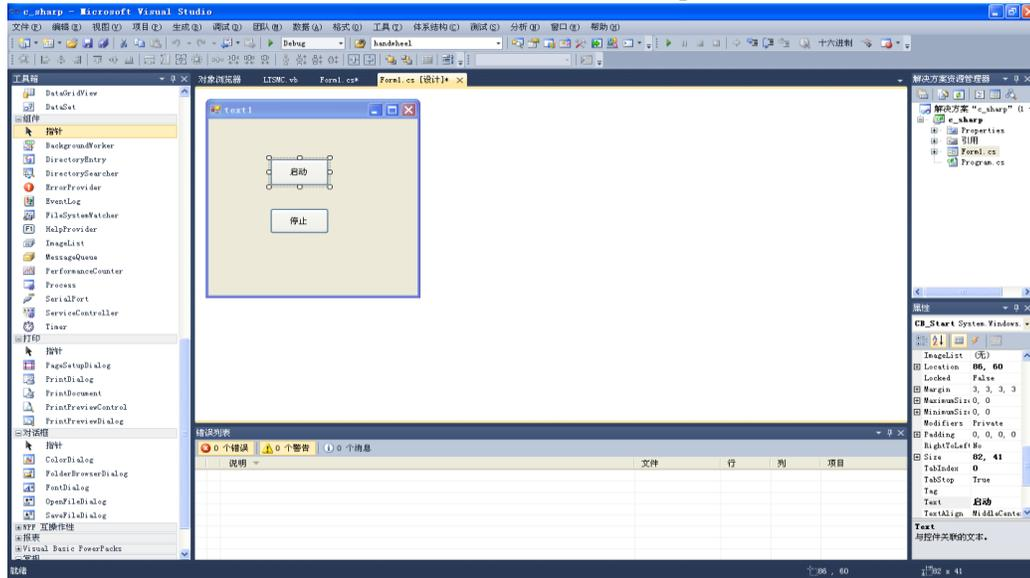

图6-16 程序编辑界面
- 2) 打开 C#2010，新建一个“windows 窗体应用程序”工程，在对话框上添加按钮“启动”和“停止”，并将其名称分别修改为“CB_Start”和“CB_Stop”，如图 6-16 所示。